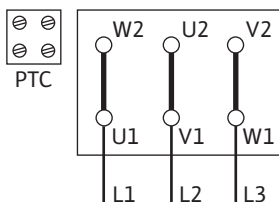

Fig. 14: Δ-liitäntä
- Verkkoliitäntä riippuu moottoritehosta P2, verkkojännitteestä ja käynnistystavasta. Katso tarvittava yhdyssillojen liitäntä liitäntäkotelossa seuraavasta taulukosta sekä kuvista Fig. 14, 15 ja 16.